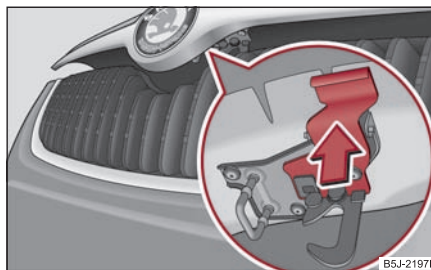

Fig. 15 Grilajul radiatorului: Mănerul de siguranță
- Trageți mânerul de siguranță ⇒ pagina 14, fig. 15 și capota motorului se deblochează.